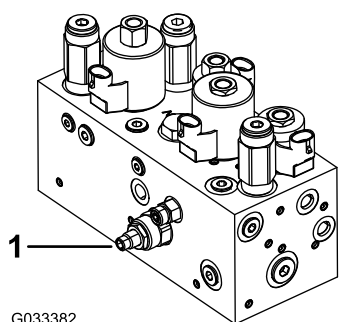

図 48
本機のカッティングユニット昇降回路にはフローコントロールバルブ 図 48 が付いています。このバルブは出荷時に約3 回転の開度に調整されていますが、作動油の温度、作業速度などにより調整が必要になる場合があります。以下の手順で調整します
1. 運転席を上げ、センタープルフレーム用フローコントロールバルブ 図 48 を露出させる。バルブは油圧マニホールドの側面についている。